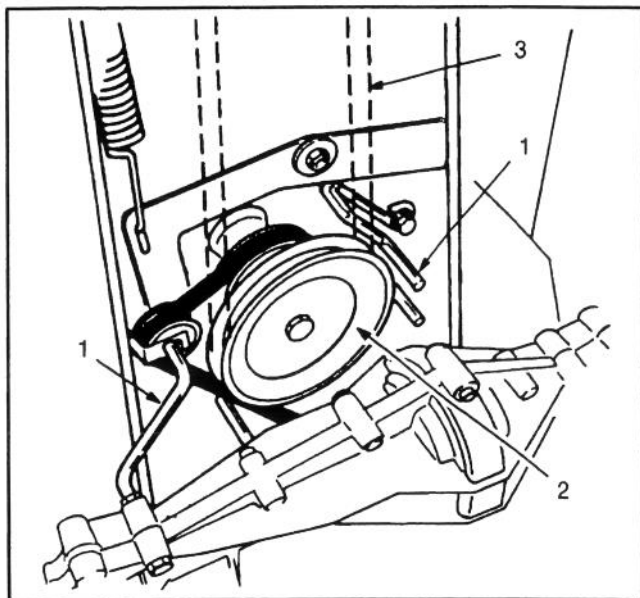

Figure 22
2. Régler la commande de hauteur de coupe au plus bas, desserrer les guides de courroie situés près de la poulie moteur et les écarter en les tournant. Déposer la courroie de la poulie (Fig. 22).
3. Desserrer et déposer (1) la vis de montage qui retient chaque guide de courroie à l'unité de coupe. Ecarter les guides pour les éloigner de la poulie de pivot et déposer la courroie. Vérifier à l'oeil nu que la courroie n'est ni usée, ni endommagée (Fig. 22).